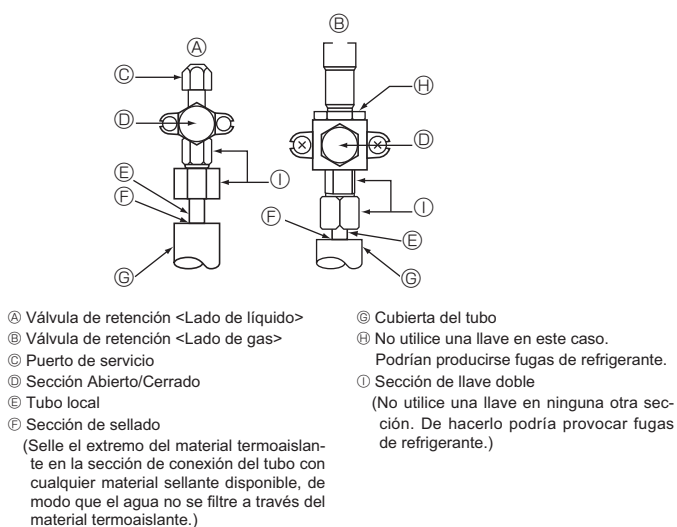

Fig. 4-5
4.4. Prueba de fuga de gas del tubo de refrigerante (Fig. 4-5)
- Asegúrese de que las válvulas de parada (A) (B) están cerradas y no las abra.
- Añada refrigerante a las líneas de refrigerante a través del punto (C) para reparaciones de válvula de parada de líquido (A).
- Si la presión se reduce en los pasos (2) o (3), hay una fuga de gas. Busque el punto de fuga del gas.